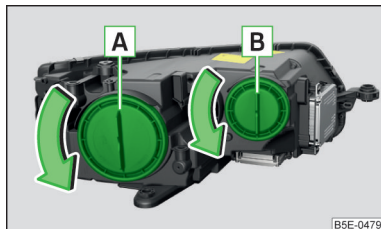

Fig. 224
Disponerea becurilor cu incandescență » fig. 224
- Rotiți capul de protecție **A** » fig. 224 la pagina 243 în sensul săgeții.
- Așezați capul de protecție **A** » fig. 224 la pagina 243 și rotiți-l în sens opus săgeții.
- Rotiți capacul de protecție [B] » fig. 224 la pagina 243 în sensul săgeții.
- Așezați capacul de protecție [B] » fig. 224 la pagina 243 și rotiți-l în sens opus săgeții.